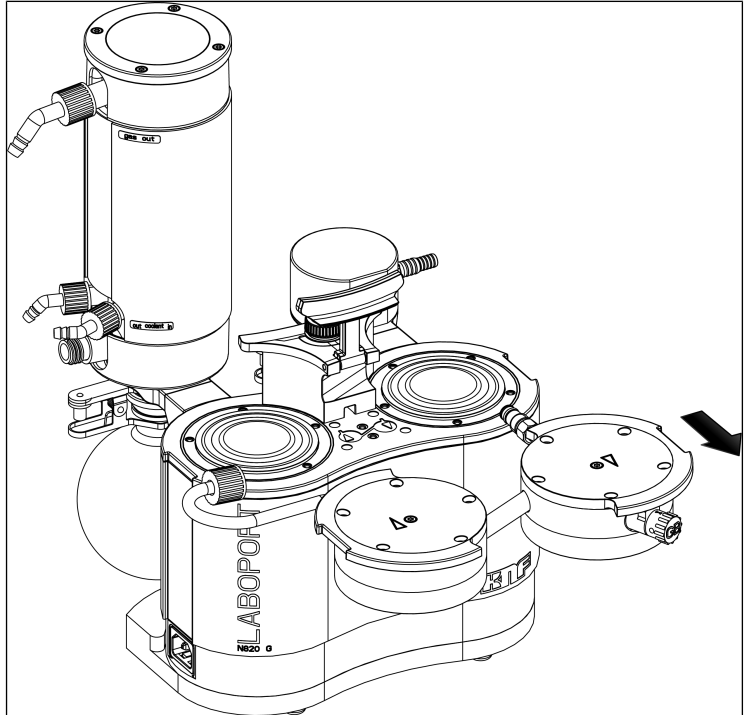

Fig.13: Retirada de los cabezales
3. Retirar los cabezales de la bomba con cuidado hacia el lado (ver Fig. 13).